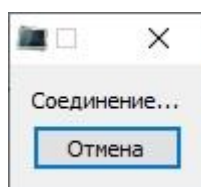

Рис.2.3. Сообщение, сопровождающее процесс соединения с прибором.
2. Запустить программу и установить соединение с прибором, выбрав в меню «Прибор/Подключить». После этого посреди рабочей области появится окошко процесса соединения (рис.2.3). Процесс можно при необходимости отменить нажатием клавиши «Отмена».